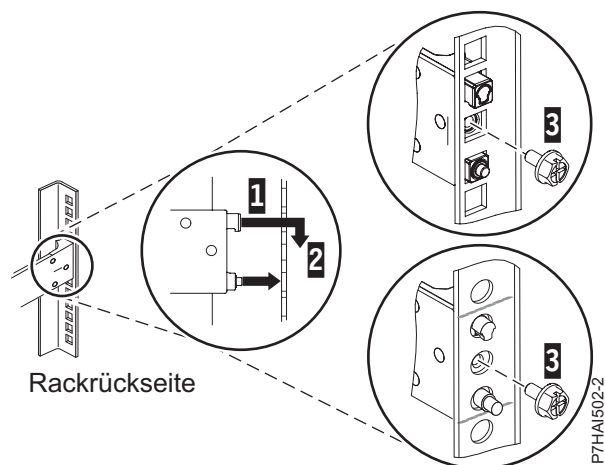

Abbildung 20. Stifte an den Bohrungen in der Rückseite des Racks ausrichten und in den Bohrlöchern einrasten lassen
3. Richten Sie die zwei Stifte an der Rückseite der Schiene an den zuvor markierten oberen und unteren Bohrungen in der ausgewählten EIA-Einheit aus. Ziehen Sie die Schiene zu sich heran, um die zwei Stifte in die Rackbohrungen (1) einzusetzen, und senken Sie die Schiene ab (2), damit der hakenförmige obere Stift einrastet. Einzelheiten finden Sie unter Abb. 20. Stellen Sie sicher, dass die zwei Stifte aus den Rackbohrungen herausragen, bevor Sie mit dem nächsten Schritt fortfahren.